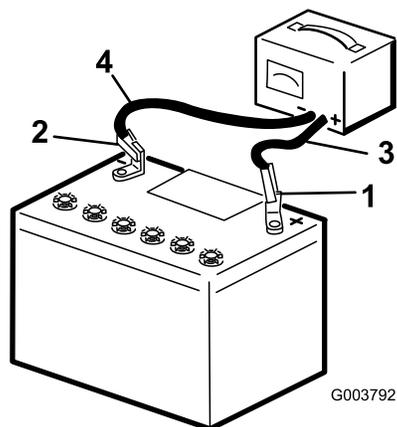

図 38
2. 3-4 Aで 4-8 時間充電する 図 38。充電しすぎないように注意すること。
- 充電が終わったら、チャージャのプラグをコンセントから抜いてから、チャージャのリード線をバッテリー端子から外す 図 38。